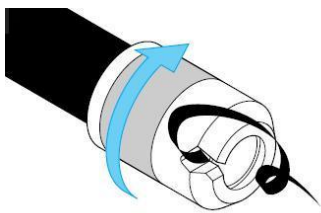

Bild 1
1. Rohr mit Ansträhgchülse von Hawle Nr. 6000 oder mit gleichwertigem Produkt ansträhgen (siehe Bild 1)